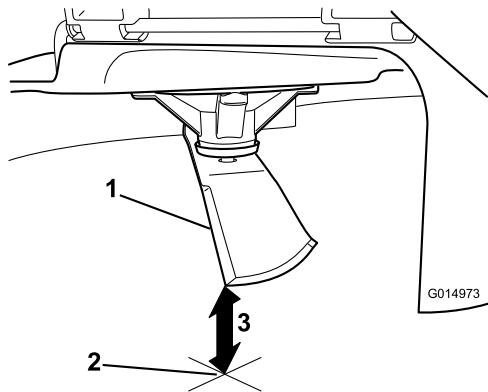

Figura 75
3. Meça da ponta da lâmina até à superfície plana (Figura 75).